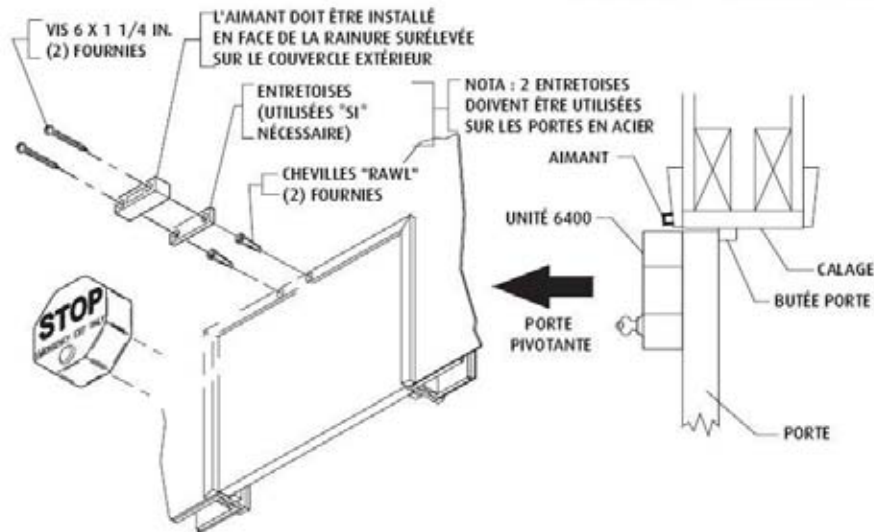

FIGURE 4
- Installer l'aimant sur le cadre de la porte (ou sur la porte si l'unité est montée à côté de la porte) en utilisant les vis fournies. En cas de montage sur des portes métalliques ou des cadres de portes métalliques, utiliser l'entretoise en plastique fournie. Le commutateur à lame et l'aimant ne doivent pas être éloignés de plus de 13 mm/1/2" lorsque la porte est fermée. Voir les figures 4, 5 et 6 pour les autres options de montage.